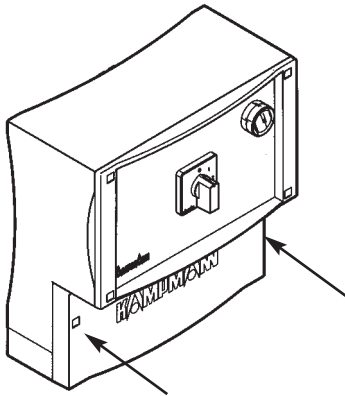

Abb. 1: Montageöffnungen
- Entfernen Sie für den Zugang auf die unteren Montageöffnungen die Klemmenabdeckung (s. Abb. 1).